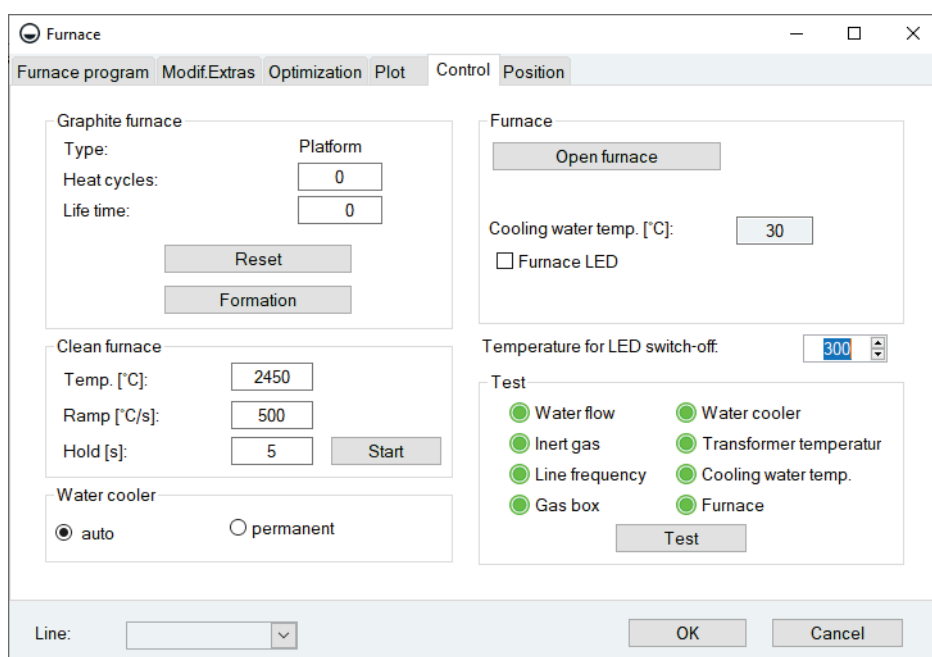

Fig. 42 Ventana de diálogo Furnace / Control
1. Abra el horno de tubo de grafito con el botón [OPEN FURNACE] en la ventana FURNACE / CONTROL (Fig. 42 pág.65).